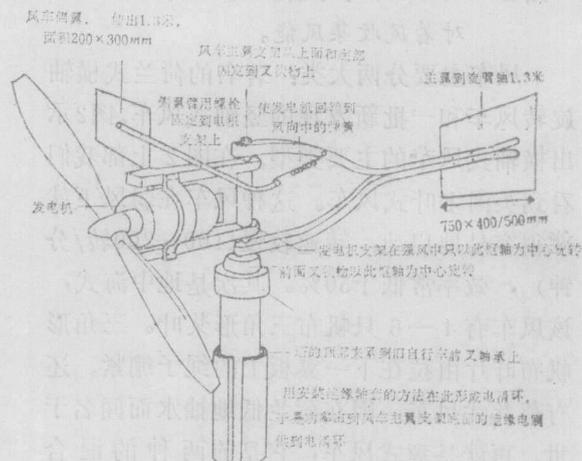

图4 一台简单的小型风车正常运转时的构造形式。（风车主翼总是顺风的，当风力太大时，侧翼将螺旋桨和发电机旋转到侧面。）
图4示出一例典型家庭自制螺旋桨驱动风能发电机。绝大部分部件均示于图中，但图中的发电机是由螺旋桨直接驱动的。而只有用12极型的低速卡车发电机，才可能实现，否则，需加一个通用齿轮。使用齿轮的好处为螺旋桨的应力不再直接施加于发电机的轴承，这些轴承不是专为承受这种负荷设计的。建造这样的小型风车时，自行车零件是很有用的。而在建造大型风车时，汽车的传动部件则可以选用。
2. 旋转装置：改变螺旋桨角度。如图4所示。